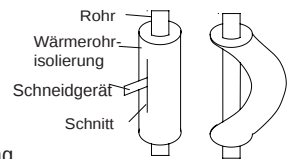

Abb.14
- (2). Biegen Sie das Rohr nicht über 90°.
- (3). Wenn die Röhre mehrmals ausgedehnt oder gebogen werden, wird der Material hart. Die Röhre können folglich nicht so einfach ausgedehnt oder gebogen werden. Biegen oder dehnen Sie die Röhre maximal dreimal.
- (4). Bevor Sie das Rohr biegen, schneiden Sie die Wärmeisolierung mittels eines Schneidgeräts ab (siehe Abb. 14) und biegen Sie das Rohr ohne Isolierung. Wenn das Rohr gebogen ist, setzen Sie die Wärmeisolierung wieder ein und befestigen Sie sie mit Kleband.